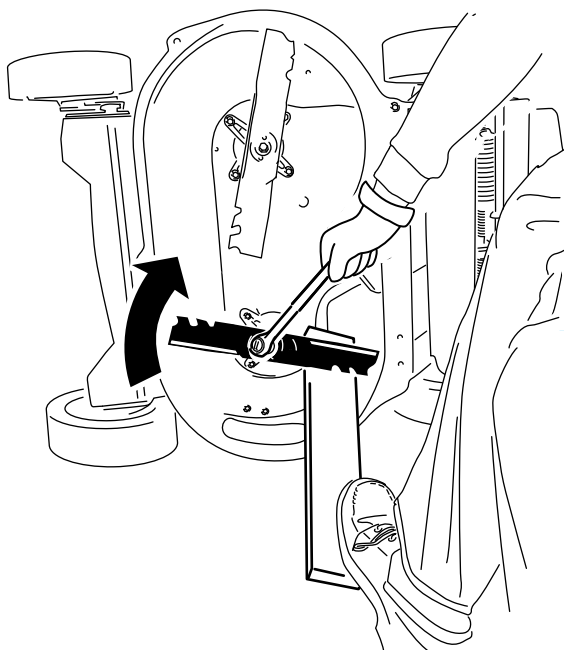

Figura 45
2. Segure cada lâmina com uma tábua e rode o parafuso da lâmina no sentido dos ponteiros do relógio com uma chave como se mostra na Figura 45; aperte o parafuso da lâmina com 82 N·m.